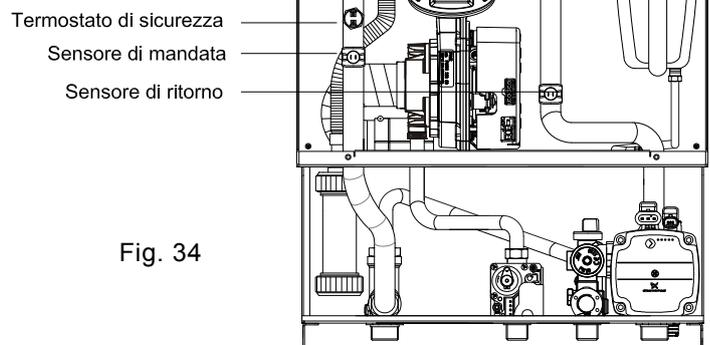

Fig. 34
7.8 SOSTITUZIONE SENSORI RISCALDAMENTO (Fig. 34)
7.9 SOSTITUZIONE TERMOSTATO LIMITE (Fig. 34)